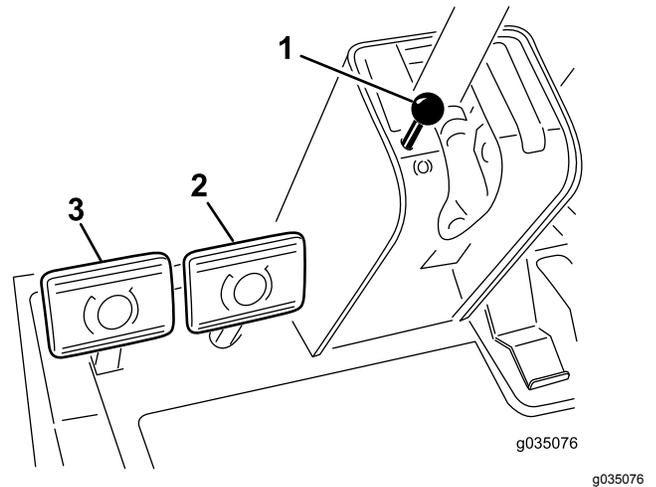
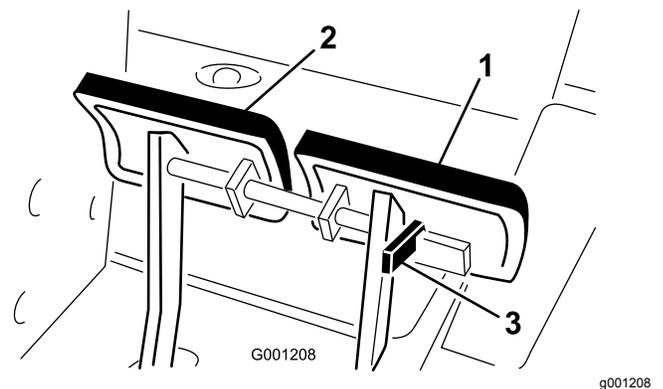

Figure 17
Figure 18
Les pédales de frein gauche et droite (Figure 17) sont reliées aux roues avant gauche et droite. Comme les freins fonctionnent indépendamment l'un de l'autre, ils peuvent servir à prendre des virages serrés ou à augmenter la traction si une roue a tendance à patiner sur certaines pentes. Toutefois, vous pouvez endommager l'herbe tendre ou humide si vous utilisez les freins pour braquer. Pour arrêter rapidement la machine, appuyez sur les deux pédales de frein simultanément. Verrouillez toujours les freins ensemble si vous transportez la machine (Figure 18).
Chaque fois que vous coupez le moteur, serrez le frein de stationnement pour éviter tout déplacement accidentel de la machine. Pour serrer le frein de stationnement, poussez le bras de verrouillage (Figure 18).
18) sur la pédale de frein gauche pour la verrouiller avec la pédale de droite. Enfoncez ensuite les deux pédales à fond et tirez sur le bouton du frein de stationnement (Figure 17), puis relâchez les pédales. Pour desserrer le frein de stationnement, appuyez sur les deux pédales jusqu'à ce que le bouton se rétracte. Avant de démarrer le moteur, désengagez le bras de verrouillage de la pédale de gauche, pour permettre aux deux pédales de fonctionner indépendamment l'une de l'autre.